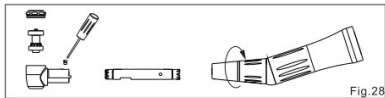

Fig.28
- 5) Apriete primero la tapa trasera y luego monte firmemente los demás accesorios de acuerdo con esta Fig. 28
Apriete primero la tapa trasera y luego monte firmemente los demás accesorios según se indica en la Fig. 28.
- 4) Inserte un cartucho nuevo en el cabezal (Fig. 28).